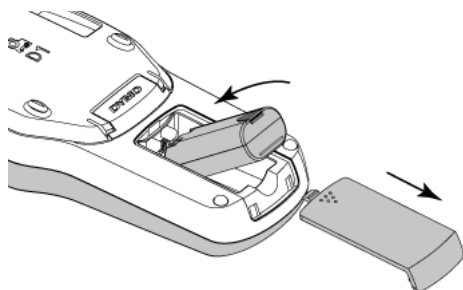

Ilustración 2
- 1 Deslice la tapa del compartimiento de la batería de la rotuladora para abrirla. Vea la Ilustración 2.
- 2 Deslice la tapa del compartimiento de la batería de la rotuladora para abrirla. Vea la Ilustración 2.